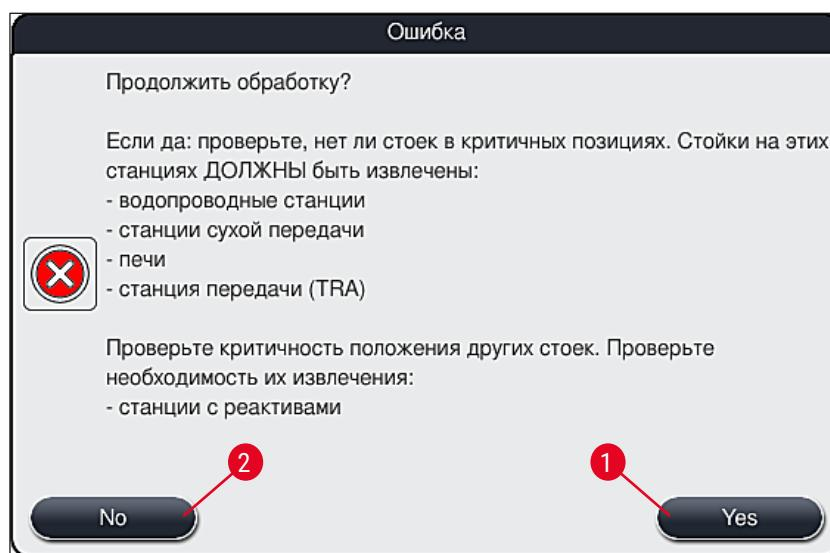

Рис. 112
4. После этого у пользователя появляется возможность выбора: возобновить (→ с. 150 – 8.2.2 Восстановление процесса окрашивания после нарушения подачи питания) или, напротив, отменить процесс окрашивания (→ с. 151 – 8.2.3 Отмена всех процессов окрашивания после нарушения подачи питания) (→ "Рис. 112").
- Извлеките критические штативы из прибора в соответствии с предыдущим информационным сообщением (→ "Рис. 112") и подтвердите извлечение, нажав на соответствующую станцию (→ "Рис. 113-1") на экране.
Отмену процесс окрашивания и возвращение в предыдущее меню выбора (→ "Рис. 112") можно отменить нажатием кнопки **Отмена** (→ "Рис. 114-2").